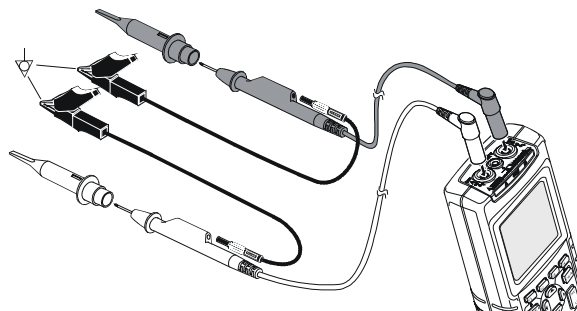

図 3-2. 短いグランド接続用リード線によるアース接続
- 入力 A と B で DC または AC 信号を測定する場合は、短いアース・リードを使用してください。(図 3-2 参照)